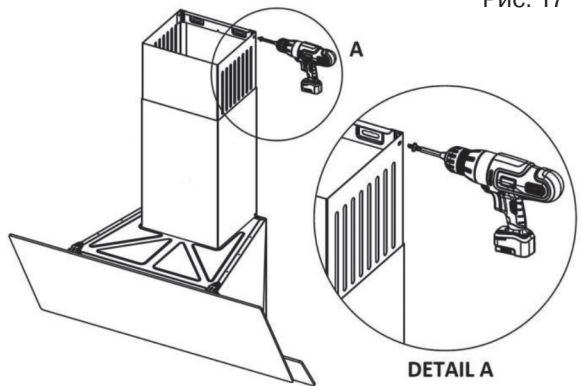

Рис. 17
- 9) Потяните внутренний кожух вверх через внешний кожух и закрепите его винтом 3,5x6,5 RYSB на креплении внутреннего кожуха, который вы ранее прикрутили к стене (рис. 17).